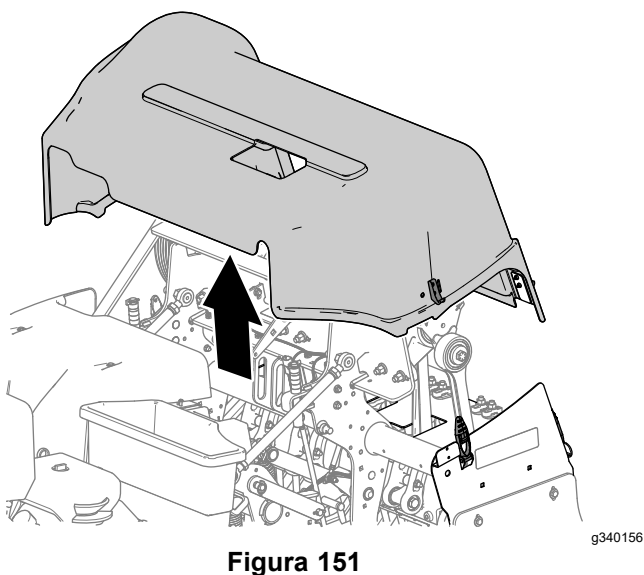

Figura 151
5. Ridicăi capacul capului de carotaj de la maină (Figura 151).